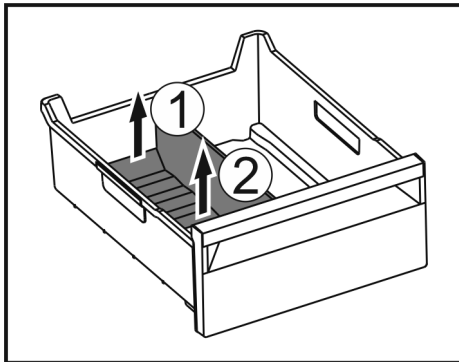

Fig. 61
- ▶ Zvedněte zadní část přepážky přihrádky na led. Fig. 61 (1)
- ▶ Přepážku přihrádky na led vyjměte nahoru. Fig. 61 (2)